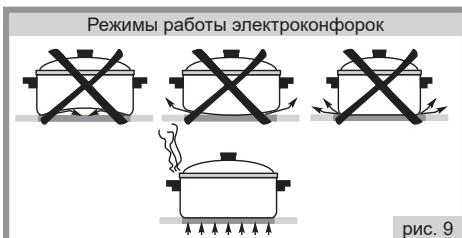

рис. 9
**!** Размеры посуды должны совпадать с диаметром электроконфорок для сокращения потерь тепла (рис. 9).